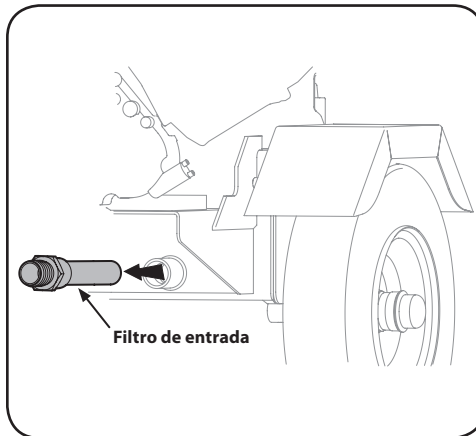

Figura 5-3
4. Con mucho cuidado desenrosque el filtro de entrada y limpiarlo con aceite penetrante. Vea la Figura 5-3.